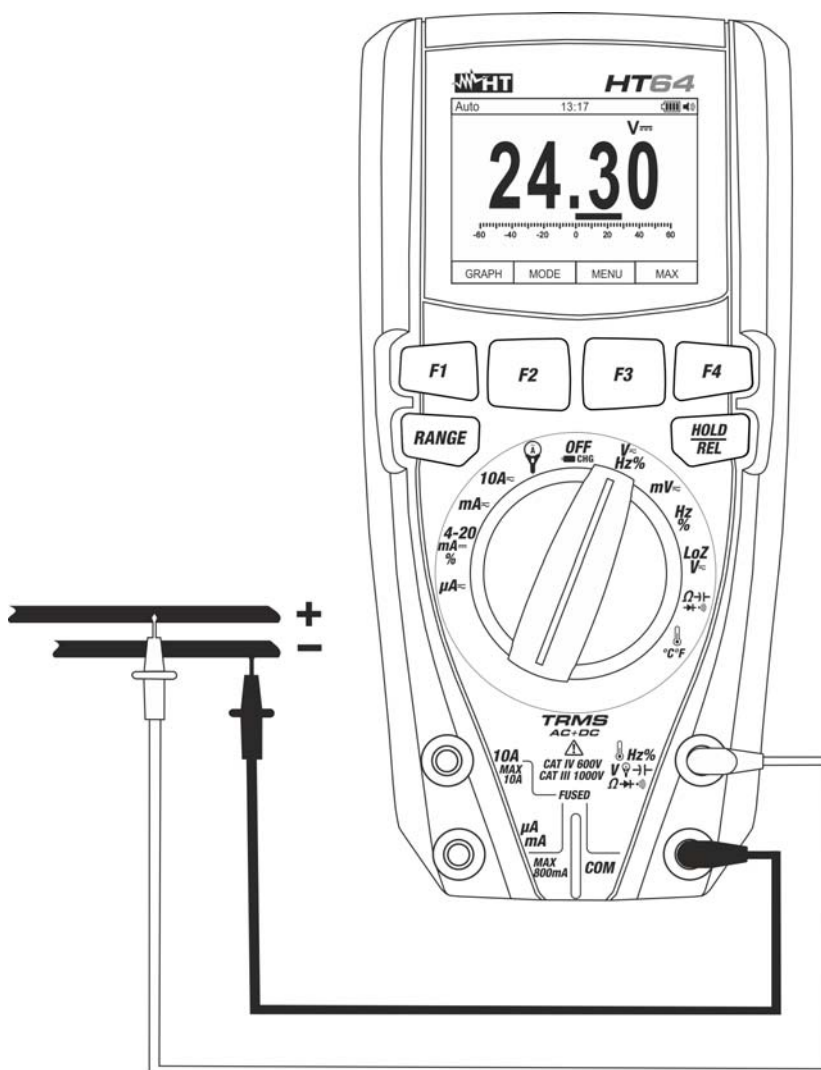
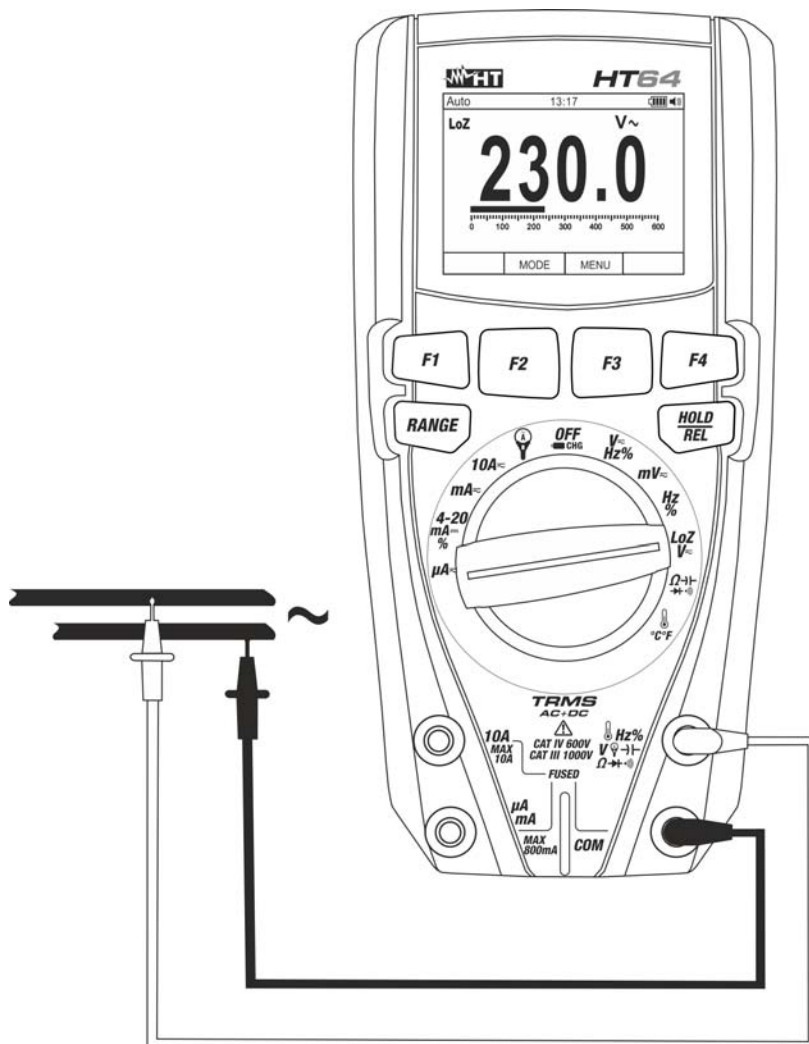

Fig. 22: Utilisation de l'instrument pour la mesure de la Tension DC
Fig. 24: Mesure de Tension AC/DC à basse impédance (LoZ)
3. Positionner l'embout rouge et l'embout noir respectivement dans les points à potentiel positif et négatif du circuit sous test (voir la Fig. 22). La valeur de tension apparaît à l'écran
5. L'affichage du symbole « - » sur l'écran de l'instrument indique que la tension a une direction opposée par rapport à la connexion de Fig. 22.
4. Positionner l'embout rouge et l'embout noir sur les points désirés du circuit sous test (voir Fig. 24) pour mesure de tension AC ou respectivement dans les points à potentiel positif et négatif du circuit sous test (voir la Fig. 22) pour mesure de tension DC. La valeur de tension apparaît à l'écran
6. L'affichage du symbole "-" sur l'écran de l'instrument indique que la tension a une direction opposée par rapport à la connexion de la Fig. 22